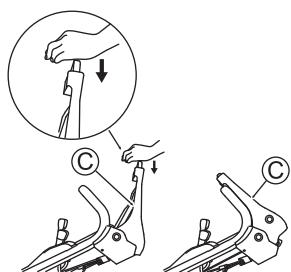

Fig. 16
- Poussez le levier d'embrayage de la lame (C) vers l'avant tout en appuyant sur son bouton jaune. La lame commence alors à tourner. (Voir Fig. 16)